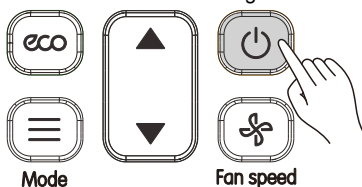

Abb. 3.3
1) Drücken Sie  (siehe Abb. 3.3), und die Fernbedienung zeigt das Symbol  auf dem Bildschirm an. Das Innengerät schaltet sich ein;